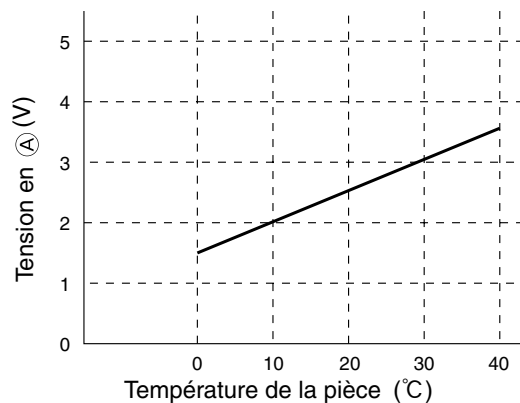

Fig. 3-2
La tension en ① dépend de la température de la pièce, comme le montre la Fig. 3-2.